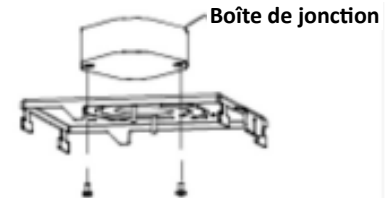

Fig. 3
- Pour utilisation dans un endroit humide :** à l'aide de (2) vis no 8 (non incluses) rattacher boîte de jonction octogonale de 4 po sur la plaque de montage voir Figure 3.